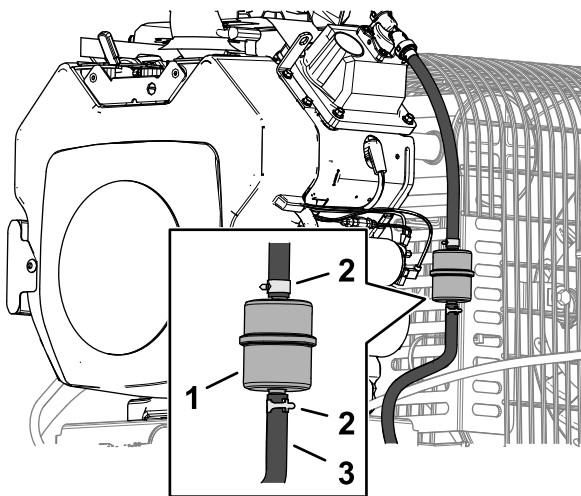

Рисунок 40
3. Сожмите концы шланговых хомутов и сдвиньте их с фильтра (Рисунок 40).
5. Установите новый фильтр и передвиньте шланговые хомуты ближе к фильтру (Рисунок 40).
3. Ослабьте шланговый хомут на топливном фильтре и отодвиньте его по топливному трубопроводу от фильтра (Рисунок 40).
4. Отсоедините топливный трубопровод от топливного фильтра (Рисунок 40).
Примечание: Дайте топливу слиться в канистру для топлива или сливной поддон (Рисунок 40).
5. Установите топливный трубопровод на топливный фильтр. Передвиньте шланговый хомут к топливному фильтру, чтобы закрепить топливный трубопровод (Рисунок 40).